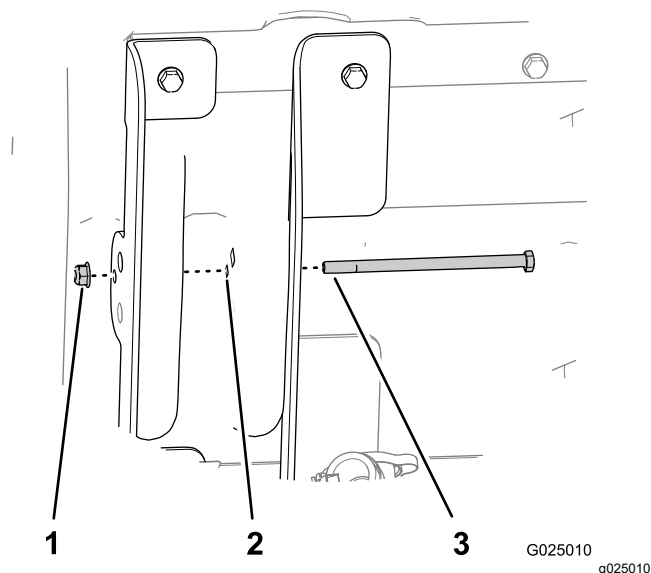

Рисунок 6
7. Вставьте болт с шестигранной головкой (5/16 x 5 1/2 дюйма) через отверстие диаметром 8 мм (5/16 дюйма) во внутреннем подъемном кронштейне (длинные фланцы), конструкцию кузова и наружный подъемный кронштейн кузова (короткие фланцы), как показано на Рисунок 6.
8. Затяните вручную болт с фланцевой гайкой (5/16 дюйма) (Рисунок 6).
11. Надежно затяните фланцевую гайку крепления болта (5/16 дюйма) (Рисунок 6).